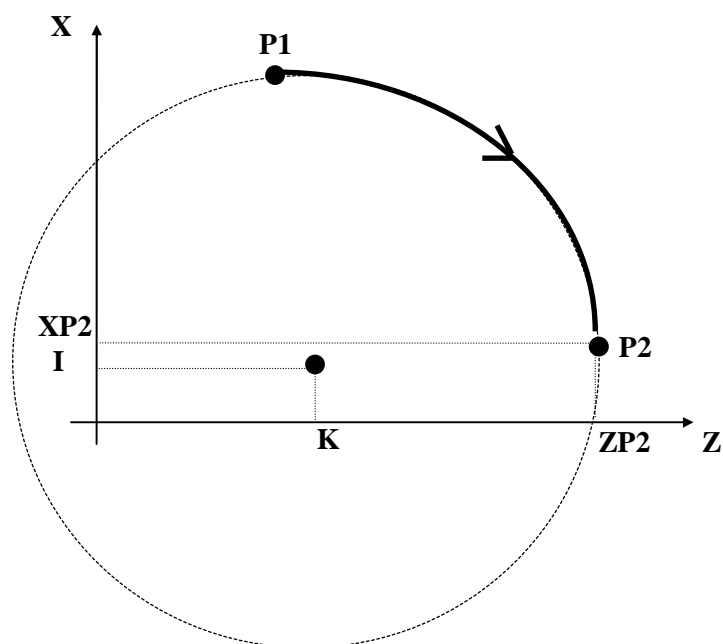

FIG.7-3
- Se al posto di **G03** si fosse programmato **G02** si sarebbe ottenuto l'arco complementare di 360° raffigurato in tratteggio in **FIG.7-3**.